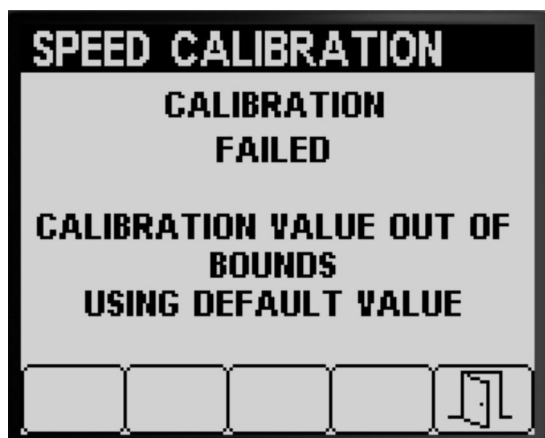

Figura 69
- Surge uma mensagem a indicar que a calibração da velocidade não foi conseguida (Figura 69).
Nota: Se o valor da calibração estiver fora dos limites (Figura 69), contacte a assistência técnica autorizada Toro; caco contrário, reveja a mensagem de erro e repita os passos da calibração em Preparação da calibração de velocidade (página 23), e Efetuação da calibração da velocidade (página 24).
5. Prima o botão 5 para sair do ecrã Calibração da velocidade (Figura 68 ou Figura 69).